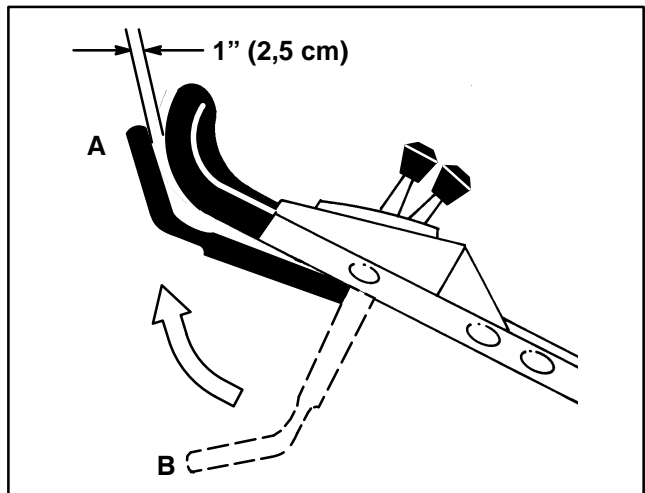

Figure 17
8. Relever la barre de commande en position normale "lame embrayée" (à 2 ou 3 cm du mancheron) (position A, Fig. 17). Un "bruit de ventilateur" indique que la lame de la tondeuse est en train de tourner.
9. Lâcher la barre de commande (position B, Fig. 17). On doit entendre un claquement, et la lame doit s'arrêter dans les trois secondes.